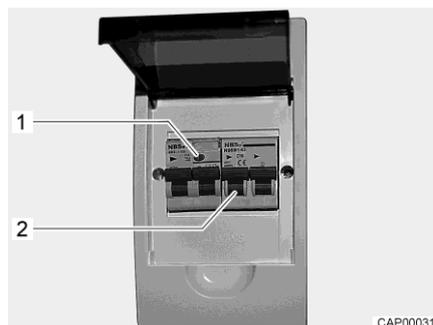

Fig. 52 Scatola dei fusibili a 230 V
Un interruttore di sicurezza per correnti di guasto (interruttore automatico FI) nella scatola dei fusibili protegge l'intero veicolo da correnti di guasto (0,03 A). La rete di bordo a 230 V è protetta da un interruttore di sicurezza collegato in serie (10 A) (Fig. 52,2).
- Se il veicolo è collegato all'alimentazione a 230 V, premere il tasto di controllo (Fig. 52,1). L'interruttore di sicurezza per correnti di guasto deve scattare.